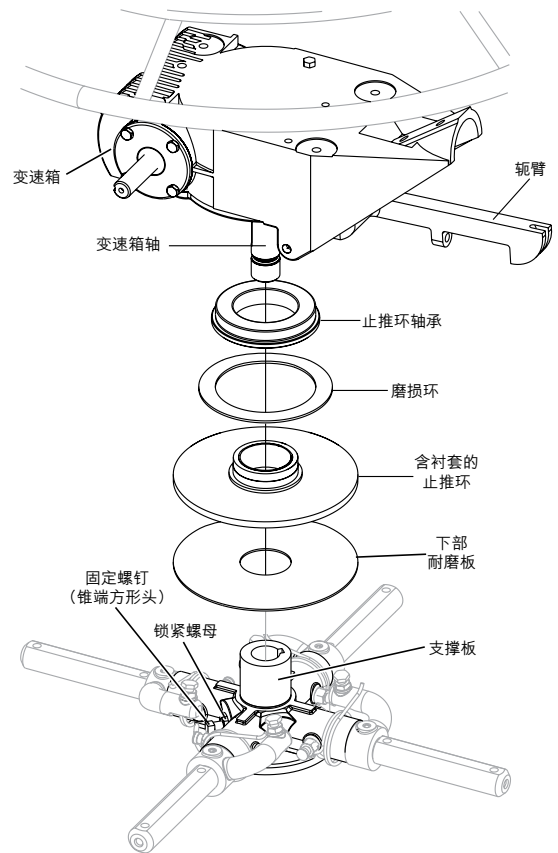

图50. 拆除十字架
1. 找到十字架总成侧面的锥端方形头固定螺钉（图50）和附带的锁紧螺母。